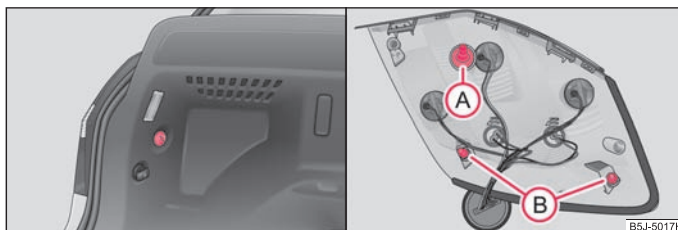

Abb. 177 Heckleuchteinheit ausbauen / Heckleuchteinheit einbauen
- Halten Sie mit einer Hand die Heckleuchteinheit fest und schrauben Sie mit der anderen Hand die Kunststoffmutter ab → Abb. 177 - links.
- Für den Wiedereinbau setzen Sie zuerst die Heckleuchteinheit mit der Schraube ① in die Öffnung der Karosserie ein → Abb. 177.
- Drücken Sie die Heckleuchteinheit vorsichtig in die Karosserie so ein, dass die Bolzen ② in die Aufnahmen der Karosserie eingreifen.
- Halten Sie mit einer Hand die Heckleuchteinheit fest, schrauben Sie mit der anderen Hand die Mutter auf und ziehen Sie diese fest → Abb. 177.